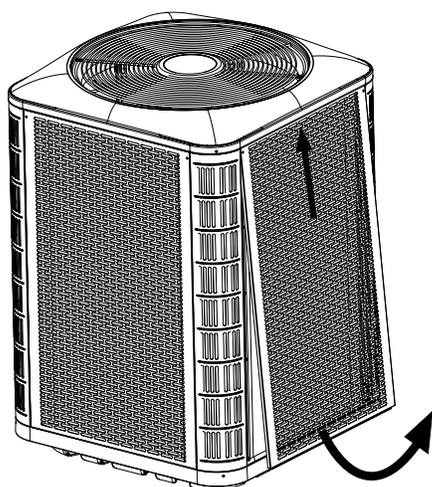

Figure 4. Désassemblage du panneau
- Pour accéder aux composants internes de l'appareil, consultez la Figure 4, \(page 8\) pour désassembler le panneau et la pour installer le panneau.
2. Glissez le panneau vers le haut et le bac supérieur pour dégager la bride inférieure du bac inférieur. Voyez la Figure 4, \(page 8\).